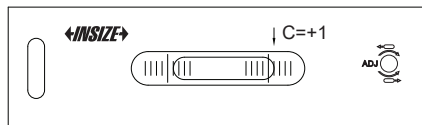

Fig.7
b) Après que la bulle cesse de bouger, lisez C sur l'échelle (Fig.7).